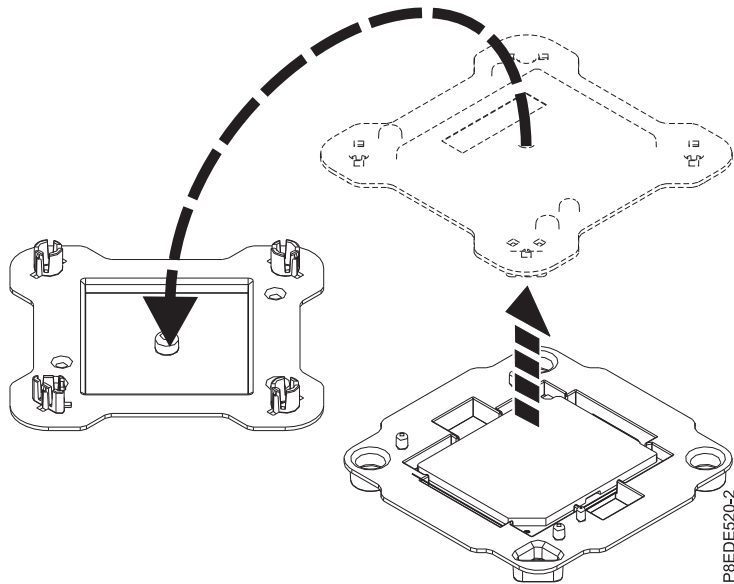

Figura 2. Apertura del empaquetado del módulo del procesador del sistema
2. Abra el empaquetado del nuevo módulo del procesador del sistema y coloque la cubierta boca abajo, al lado de la bandeja, como se muestra en la Figura 2 en la página 5. La cubierta se utiliza para el módulo del procesador del sistema que está sustituyendo.